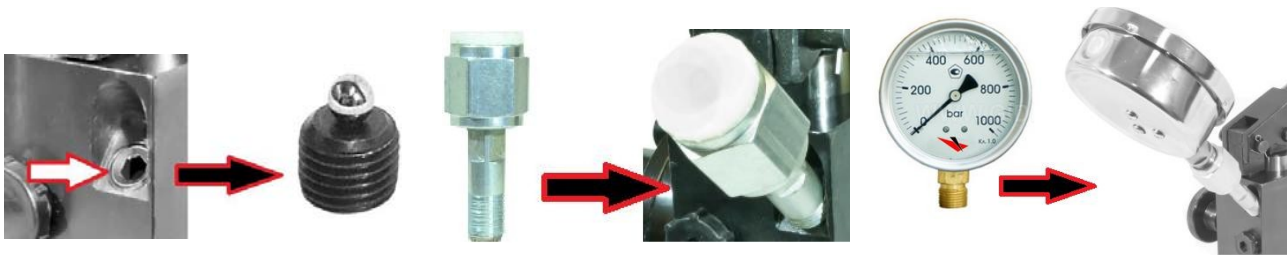

Рис. 5. Установка манометра
6.3. Подключите манометр (5), в случае наличия (в комплект поставки не входит). Для этого (см. рис. 5):
- вкрутить резьбовой адаптер-переходник (6) в отверстие «от руки» и затянуть до упора при помощи рожкового гаечного ключа либо ключа под внутренний шестигранник.